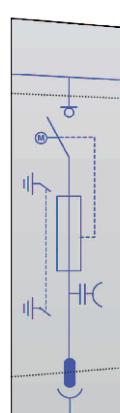

Рис. 3
■ Ячейка с предохранителем (CPG.0-F) (Рис. 3)